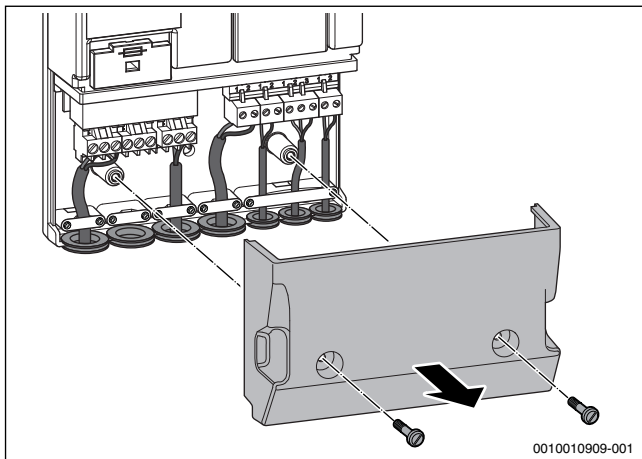

Bild 27 Funktionsmodul öffnen
- ▶ Abdeckung des Moduls entfernen (→Bild 27).